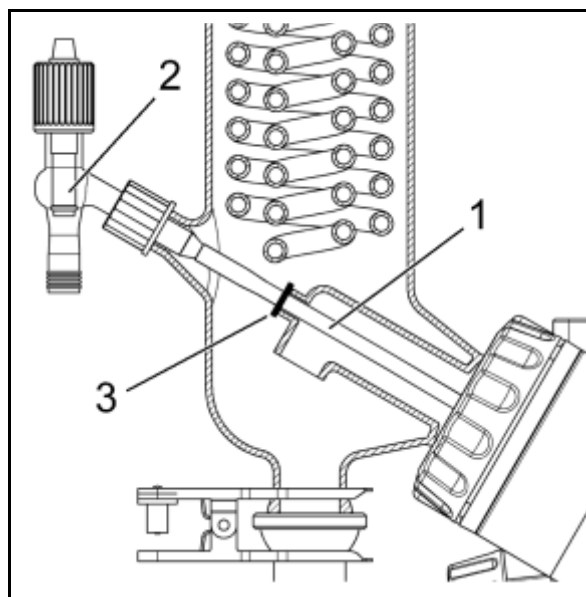

Fig. 6: Posizione della rondella di sgocciolamento
All'occorrenza, montare la valvola di rabbocco (v. Cap. 11, *Ricambi e accessori*) (v. Fig. 6):
1. Introdurre il tubo flessibile PTFE (1) nell'apposita oliva in vetro della valvola di rabbocco (2).
2. Spingere la rondella di sgocciolamento (3) sul tubo flessibile PTFE (1).
3. Inserire il tubo flessibile PTFE (1) attraverso il condensatore refrigerato portandolo fino al pallone di evaporazione.
La rondella di sgocciolamento (3) va idealmente ad appoggiarsi sul tubo d'immissione (v. Fig. 6).
4. Posizionare la valvola di rabbocco (2) e serrare il dado per raccordi.